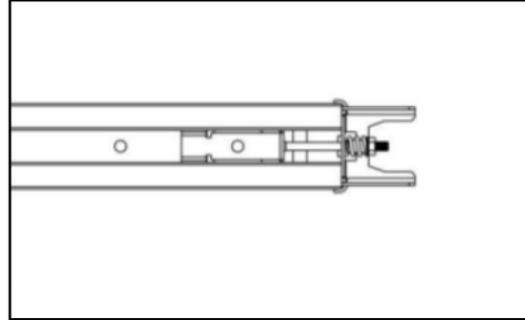

Figure 10
4. Serrez l'écrou dans la bonne position comme indiqué sur la Fig.10, coupez le ruban plastique, coupez le filetage en plastique sur le pignon, puis l'ensemble du rail assemblé est terminé.